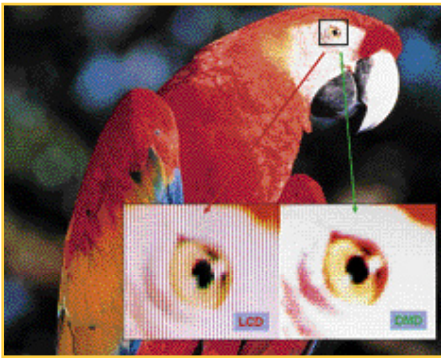

Bild 7: An der Ausschnittsvergrößerung wird die schwache Pixelstruktur des DMDs im Vergleich mit einem LCD deutlich. (Quelle: TI)
- Der geringe Abstand der Spiegel zueinander und der hohe Reflektionsgrad ihrer Oberfläche resultieren in einem extrem hohen Wirkungsgrad von 65 % und kaum wahrnehmbaren Pixelstrukturen (pixelization) (Abbildung 7).